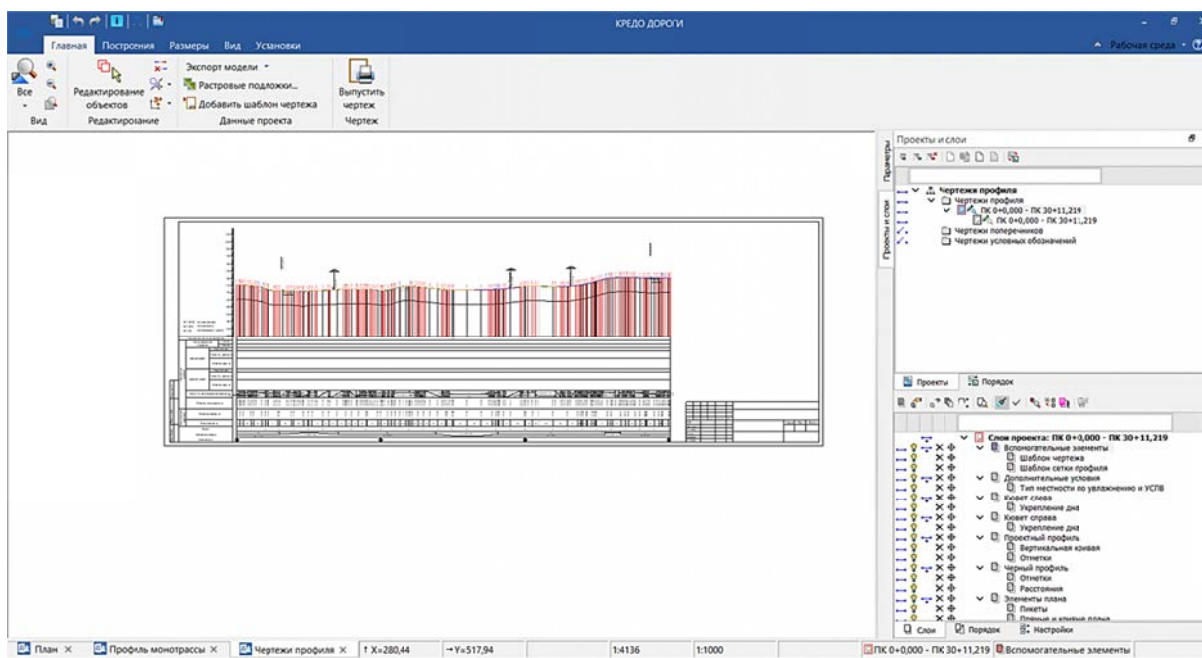

Рис. 6.26. Окно Чертежи профиля
– Далее программа перейдет в окно **Чертежи профиля**, где отобразится продольный профиль дороги, созданный по указанным настройкам (рис. 6.26).